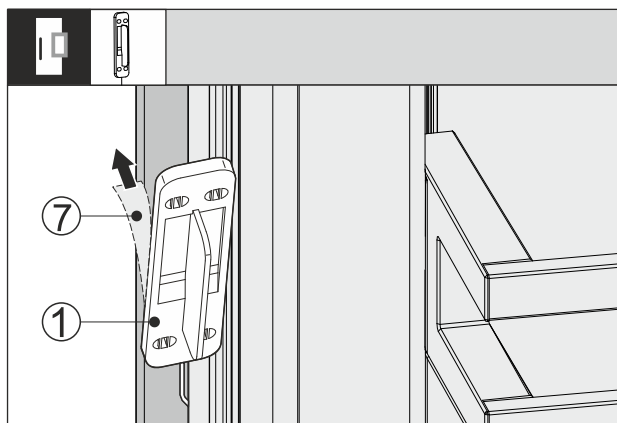

Fig. 65
- ▶ Stiahnite ochrannú fóliu Fig. 65 (7) na zadnej strane snímača klopania Fig. 65 (1).